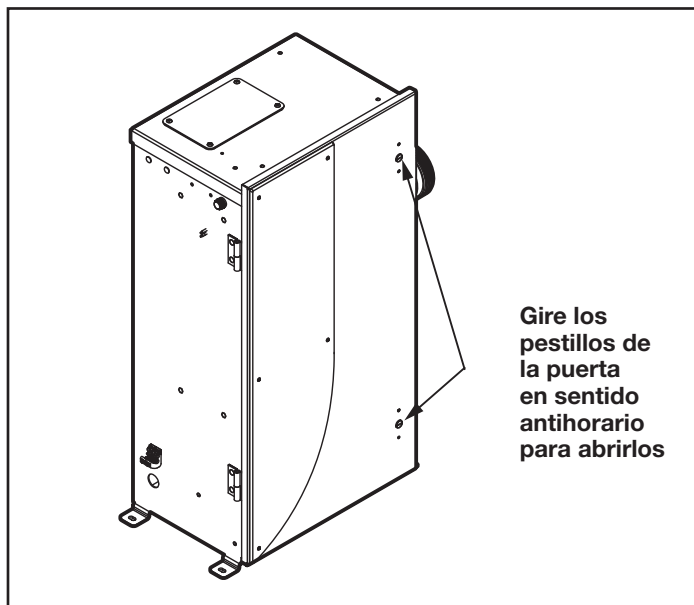

Figura 5. Pestillos de la puerta del sistema JAOPX500
Conecte el sistema AOP Jandy al reloj de sincronización de la piscina para que funcione en simultáneo con la bomba de la piscina. El sistema AOP Jandy tiene un orificio de acceso para un conducto de 1/2 in (12,7 mm). Instale el conducto (no incluido) y pase el cable al bloque de terminales dentro de la unidad. Quite la tapa (consulte *Servicio del módulo de ozono*) y busque el bloque de terminales (consulte la Figura 5) a la izquierda de la estructura. Conecte la línea 1, la línea 2 y la conexión a tierra al bloque de terminales como se indica en la etiqueta del soporte del generador. Consulte las **INSTRUCCIONES IMPORTANTES DE SEGURIDAD** al comienzo de este manual para obtener información importante sobre el cableado.
3. Use un destornillador plano para girar los pestillos de la puerta en sentido antihorario y abrir la puerta. Consulte la Figura 5.
2. Use un destornillador plano para girar los pestillos de la puerta en sentido antihorario y abrir la puerta. Consulte la Figura 5.
4. Afloje o extraiga las abrazaderas de las tuberías en ambos extremos de la tubería de gas ozono. Si es necesario, utilice alicates para girar y desbloquear las abrazaderas. Consulte la Figura 5.